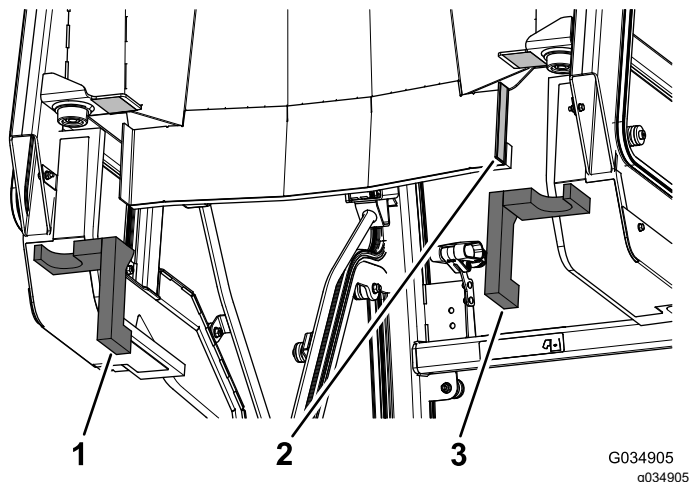

Рисунок 16
1. Снимите бумажное покрытие с двусторонней клейкой ленты в задней части кабины в сборе (Рисунок 16).
2. Установите левый задний и правый задний уплотнители из пеноматериала на кабину в сборе (Рисунок 16).